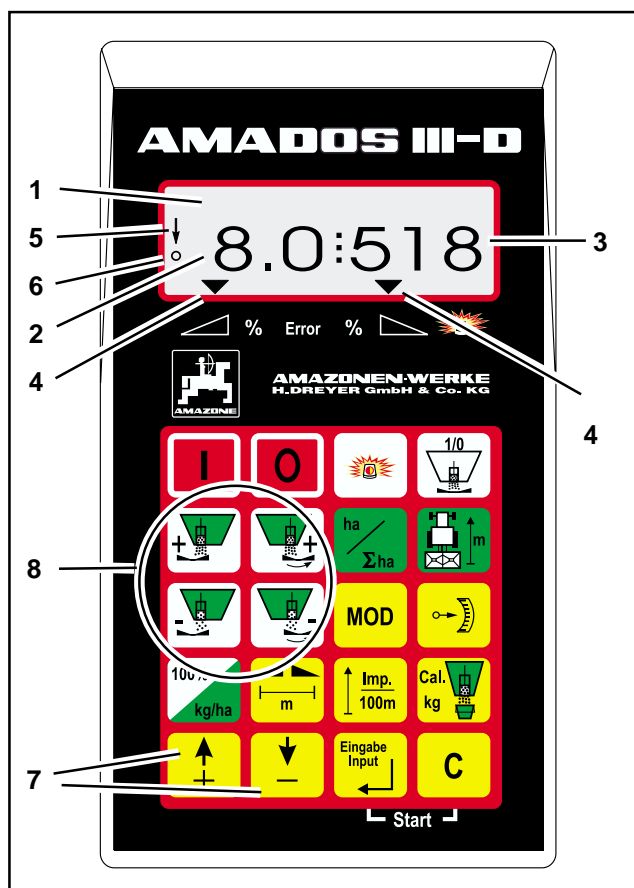

Fig. 1
"AMADOS III-D" er udstyret med et 6- cifret display (Fig. 1/1). Når maskinen er i arbejdsstilling kan følgende kontrolleres i displayet
- den momentane fremkørselshastighed (Fig. 1/2) in [km/h],
- den momentane spredemængde (Fig. 1/3) i [kg/ha] og
- funktions kontrolelementerne (Fig. 1/4) som f.eks. venstre og højre skod åben.
I venstre side af displayet er der placeret yderligere 2 symboler. Den lodrette pil (Fig. 1/5) toner frem når maskinen er i arbejdsstilling. Circle (Fig. 1/6) blinker skal blinke når maskinen arbejder, dette betyder at sensoren til registrering af arealet giver impulser til "AMADOS III-D".
Hvis spredemængden skal forandres for begge skod skal det gøres med + / - tasterne (Fig. 1/7). Når der trykkes en gang på tasten bliver spredemængden forandret med + eller - 10%.
Hvis man ønsker at ændre spredemængden på højre eller venstre skod skal der trykkes på tasten + / - højre / venstre skod (Fig. 1/8). Når der trykkes en gang på tasten bliver spredemængden forandret med + eller - 10%. Afvigelsen i % ud fra den indstillede spredemængde bliver vist i displayet.